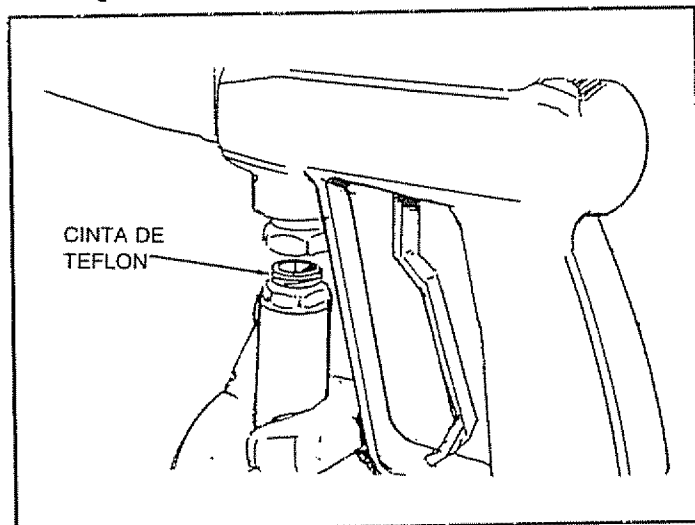

FIG. 5
- Una el acople con cinta de teflón al ensamble de pistola y vara (Fig. 5). Usted puede girar la pistola o la manguera para asegurar la conexión. Apriétela con una llave ajustable.